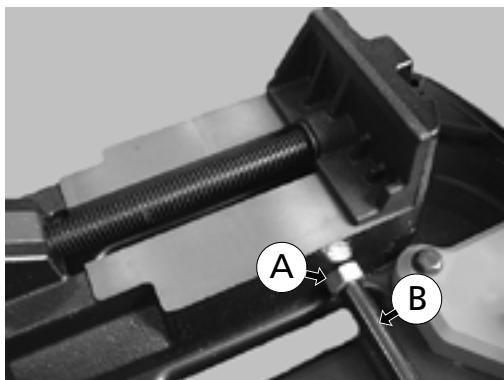

Abb. 28
Um die Endanschlag an der Bandsäge zu montieren, die Leiste (B) an der Spannvorrichtung anschrauben und dann Schraube (A) wie in Abb. 28 festziehen.
Elemente auf Abb. 28